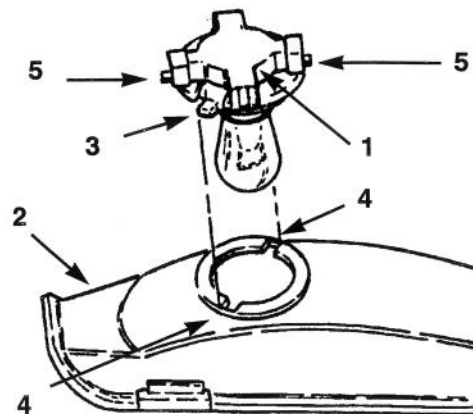

Figure 17
3. Tourner le porte-ampoule d' $1/4$ de tour dans le sens horaire et le déposer du réflecteur (Fig. 17).
2. Le porte-ampoule est muni de deux languettes (Fig. 17). Aligner les deux languettes avec les encoches du réflecteur, installer le porte-ampoule dans le réflecteur et lui donner $1/4$ de tour dans le sens horaire jusqu'à ce qu'il s'arrête.